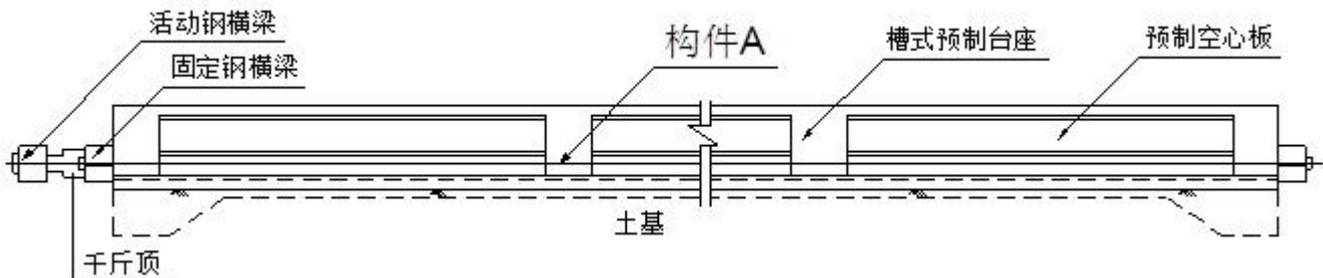

图 2-1 预制台座纵断面示意图
- (1) 根据现场条件和设计图纸要求, 建设空心板预制场。预制台座采用槽式长线台座, 横向连续设置 8 条预制台座, 每条台座 1 次可预制空心板 4 片, 预制台座构造如图 2-1 所示。
1. 根据图 2-1 预制台座的结构型式, 指出该空心板的预应力体系属于哪种型式? 写出构件 A 的名称。